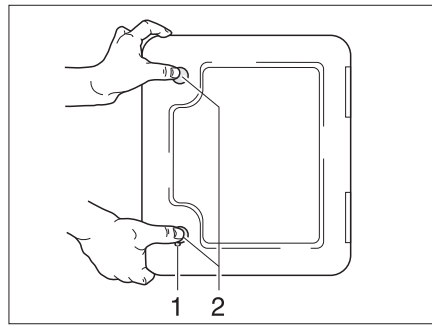

Bild 151 Klappe für Thetford-Kassette
Die Klappe für die Thetford-Kassette (Bild 151) befindet sich außen am Fahrzeug.
- Schlüssel in Schließzylinder des Druckschlusses (Bild 151,1) stecken und eine viertel Umdrehung im Uhrzeigersinn drehen.
- Beide Druckschlösser (Bild 151,2) gleichzeitig mit dem Daumen drücken und die Klappe für die Thetford-Kassette öffnen.